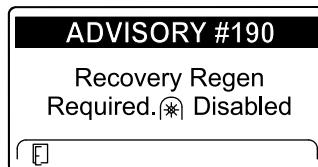

Figure 58
- Régénération d'urgence requise – prise de force désactivée Avis N° 190 (Figure 58)